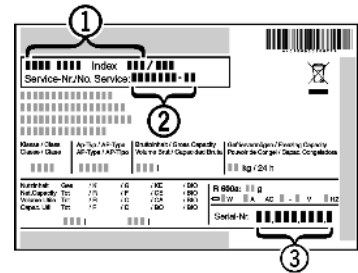

Fig. 35
- ▶ Считать обозначение устройства *Fig. 35 (1)*, сервисный номер *Fig. 35 (2)* и серийный номер *Fig. 35 (3)* с заводской таблички. Заводская табличка находится внутри устройства слева.